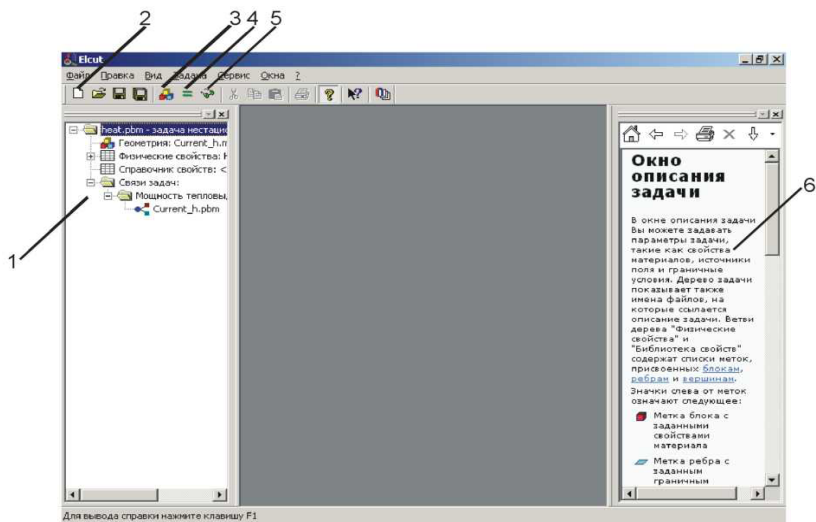
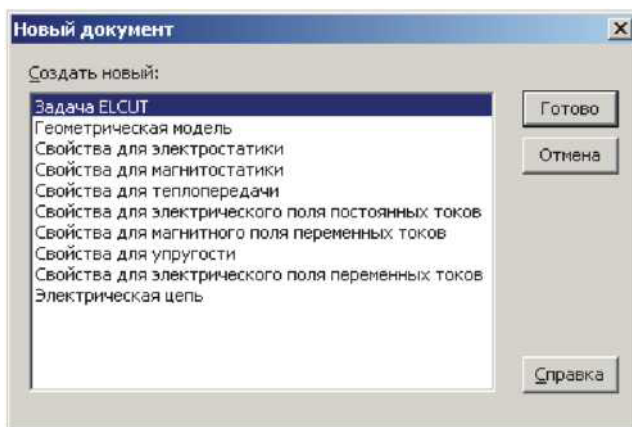
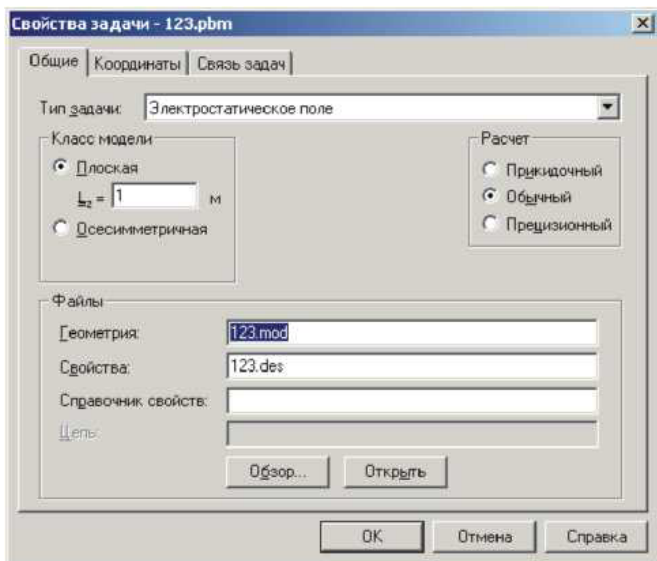

Рис. 26. Рабочий экран ELCUT после загрузки
Рис. 27. Диалог «Новый документ»
Рис. 31. Диалог «Свойства задачи»
После запуска ELCUT рабочий экран программы имеет вид, показанный на рис. 26.
Для создания новой задачи следует щелкнуть по кнопке «Создать» (2) (рис. 26). На экран будет выведен диалог, показанный на рис. 27.
Общие параметры задачи, ее тип, единицы измерения, точность решения можно изменить в процессе работы. Для этого в блоке задачи (1) (рис. 26) следует выделить ее название и запустить контекстную команду «Свойства» (запускается из списка контекстных команд, выводимого нажатием на правую кнопку мышки). После запуска команды на экран выводится диалог, показанный на рис. 31.
1. Открыть графический редактор ELCUT. Для этого в блоке задачи (1) (рис. 26) выделить строку «Геометрия: НазваниеЗадачи» и щелкнуть по кнопке «Открыть модель» (3) (рис. 26.). Появится запрос «Файл с моделью не существует. Хотите ли Вы создать его?», на который следует ответить «Да».